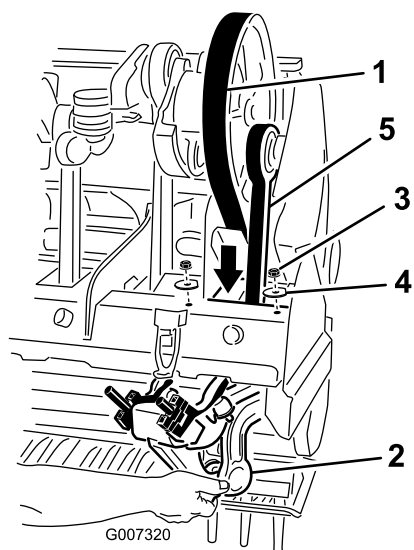

图39
5. 松开并拆下固定 1 号打孔臂的 Rotalink 阻尼器的 2 个锁紧螺母和垫圈图39。
7. 降低传动皮带穿过打孔头机架并绕过 1 号打孔臂的下端图39。